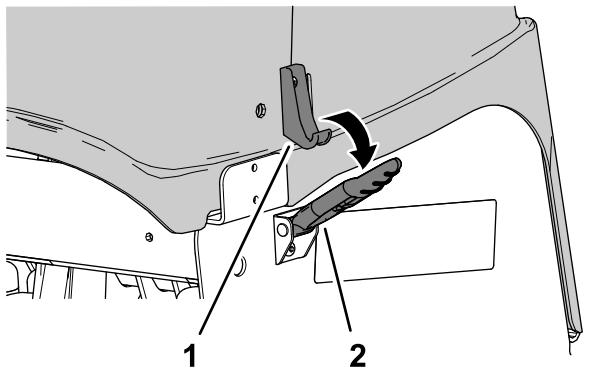

Figura 150
4. Desenganche la cubierta del cabezal de perforación en la ubicación del cierre 4 (Figura 148 y Figura 150).